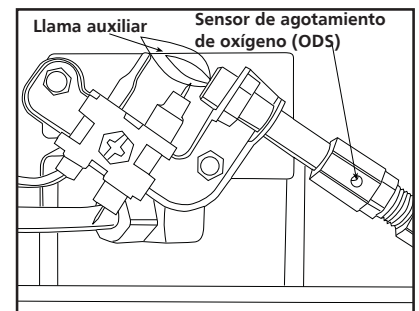

Figura 6
Mantenga despejadas siempre las zonas de ventilación del aparato (las ranuras que tiene por delante en la parte inferior y superior). Durante el uso del calefactor, se debe inspeccionar de forma visual y periódica la llama auxiliar y el quemador. La llama auxiliar debe ser de color azul (no amarillo) y se extenderá más allá del termopar. La llama envolverá el termopar justo por debajo de la punta (consulte la figura 6).
- 3 Quite los cuatro (4) tornillos que fijan la cubierta trasera del calefactor.
- 5 Quite los cuatro (4) tornillos de sujeción del quemador y la línea de combustible procedente del conjunto del quemador. Extraiga el conjunto del quemador de la parte trasera del receptáculo.
- 7 Inspeccione y limpie el orificio del quemador principal (roscado dentro del soporte del orificio). El soporte del orificio está fijado al Venturi del conjunto del quemador mediante dos (2) tornillos.
- 8 Inspeccione y limpie el auxiliar (montado en el soporte) con una aspiradora o aire comprimido a través de los orificios del auxiliar indicados mediante las flechas que se muestran en la figura 6.